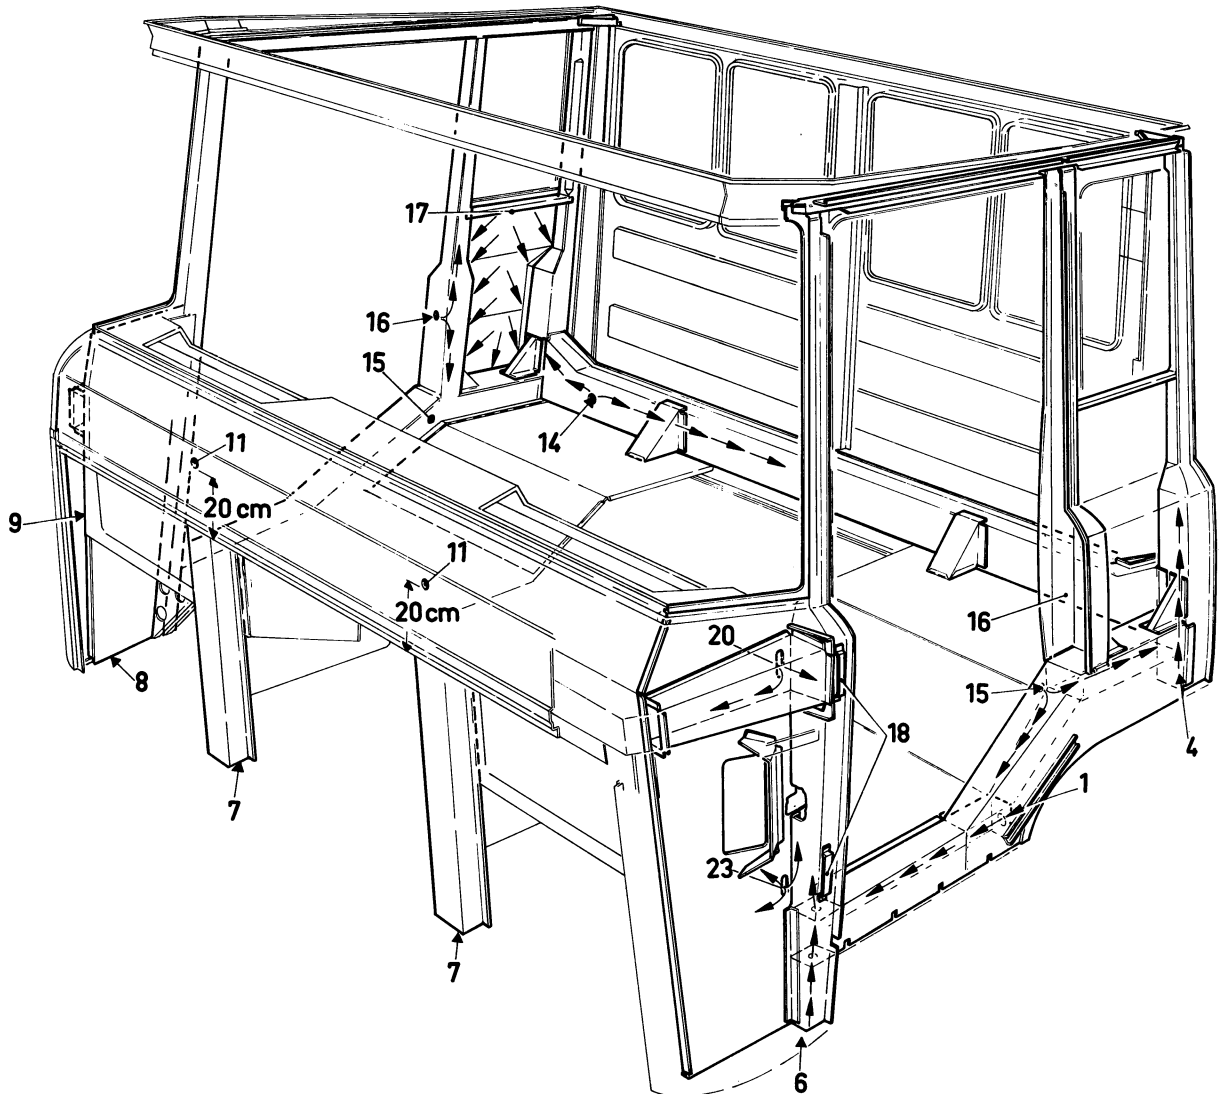

Fig. 3.
3. Boor gat 11 (Ø 8 mm) in de voorfrontbeplating, recht boven de voorfrontstijl en 20 cm boven de grille (fig. 3).
3. Forer le trou 11 (Ø 8 mm) dans l'auvent, à droite au-dessus du montant de tablier, et à 20 cm au-dessus de la calandre (fig. 3).
3. Boor gat 14 (Ø 12 mm) in de achterwandbalk, halverwege de zijwand en de driehoekige versterking, zowel rechts als links (fig. 3).
3. Forer le trou 14 (Ø 12 mm) dans la traverse de la jupe, à gauche et à droite, à mi-chemin entre la paroi latérale et l'équerre de support (fig. 3).
4. Boor gat 15 (\varnothing 12 mm) aan de binnenzijde van de drempelkoker, \pm 5 cm voor de slotstijl (fig. 3).
5. Boor gat 16 (\varnothing 8 mm) in de slotstijl, halverwege de sluitnok en de onderzijde van de stijl (fig. 3).
4. Forer le trou 15 (\varnothing 12 mm) à l'intérieur du caisson du bas de caisse à environ 5 cm de la feuillure (fig. 3).
5. Forer le trou 16 (\varnothing 8 mm) dans la feuillure, à mi-chemin entre la gâche et le bas de la feuillure (fig. 3).
1. Voer de spuitkop zo ver mogelijk via één van de twee bestaande openingen 4 in de hoekstijl in en trek de kop al spuitend langzaam terug (fig. 3 en 8).
3. Voer de spuitkop zover mogelijk in de scharnierstijl 6, via de twee tussenschotjes met centraal gat, tot aan het onderste scharnier (± 2 cm boven het tweede schotje) (fig. 3). Trek de kop al spuitend langzaam terug.
4. Voer de spuitkop van onderuit in de twee frontstijlen 7 (fig. 3). Trek de kop al spuitend langzaam terug.
1. Introduire l'embouchure le plus profondément que possible dans les deux orifices existants 4 des caissons latéraux, et en aspergeant, lentement retirer l'embouchure (fig. 3 en 8).
3. Introduire l'embouchure le plus profondément possible dans le dormant 6 par l'orifice don le deux plaques de fermeture jusqu'à la charnière inférieure (environ 2 cm au-dessus du deuxième couvercle) (fig. 3) et en aspergeant, lentement retirer l'embouchure.
4. En procédant par le bas, introduire l'embouchure dans les deux toutes-caissons du tablier 7 (fig. 3), et en aspergeant, lentement retirer l'embouchure.
5. Introduire l'embouchure le plus profondément à gauche dans la poutre-caisson transversale du tablier trou 12 (fig. 3). En aspergeant lentement retirer l'embouchure. Traiter la partie de la poutrecaisson droite de la même manière.
9. Spuit op de naad van 8 (fig. 3).
10. Spuit via de spleet bij 9 (fig. 3) tussen de binnen- en buitenbeplating, de gehele ruimte tussen deze beplating.
12. Spuit via de geboorde gaten 11 (fig. 3) tegen de gehele onderzijde van de naad onder de voorruit, door van links naar rechts te spuiten.
9. Asperger l'arête de 8 (fig. 3).
10. Asperger le revers des tôles intérieures et extérieures, en procédant par l'espacement (9) entre ces tôles (fig. 3).
12. Par les orifices 11 (fig. 3) arroser toute l'arête sous le pare-brise, de gauche à droite.